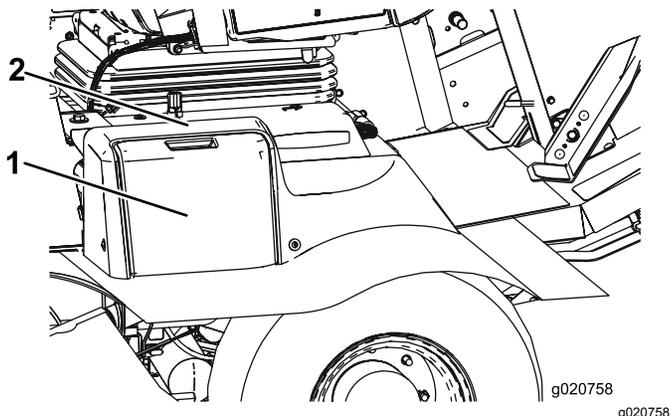

Figura 80
1. Aprite il coperchio della batteria sul lato della copertura (Figura 80).
**Nota:** Premete sulla superficie piatta sopra il coperchio della batteria per facilitare la rimozione del coperchio (Figura 80).